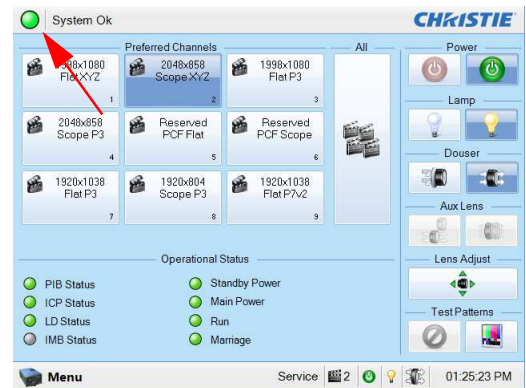

Abbildung 5-3 TPC-LED
2. Überprüfen Sie auf Vorrangfehler. Klicken Sie im **Hauptbereich** des TPC auf die LED in der oberen linken Ecke, um das Fenster **Status** zu öffnen. (Abbildung 5-3). Sie können die Option auch über die **Menü**-Taste und Auswahl von **Status** aufrufen. Wenn das Fenster **Status** angezeigt wird, klicken Sie auf **Vorrangschalter**. Wird eine Funktionsstörung angezeigt, muss das Vorrangschalterproblem vor dem Zünden der Lampe behoben werden.